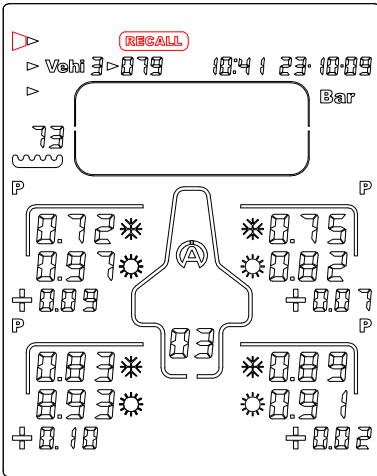

Figura 8
- 1) Com a ajuda dos botões  , seleccione o ícone "**RECALL**" (*figura 8*)